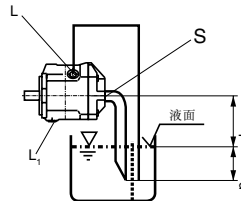

图4
- 当油箱的最低液面比泵的上端低时，“L1”、“L”口以及有可能“S”口的接管见图4。情况如同1.2.1节。
- 如安装在油箱之上，请见图4。